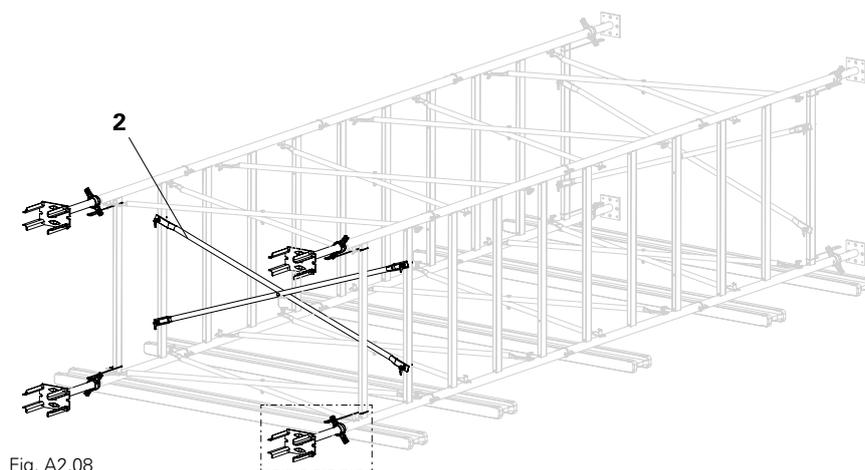
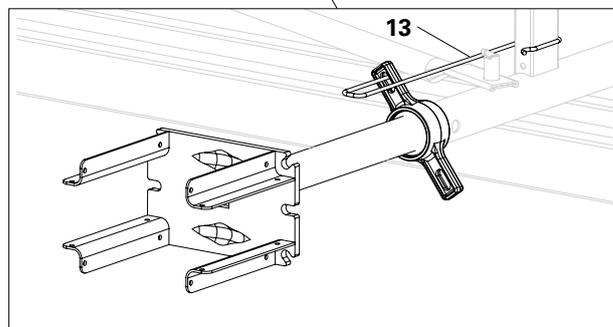

Fig. A2.08
Fig. A2.08a
- Con el montaje horizontal, debe haber un refuerzo diagonal PD 5 (2) montado en el nivel superior. (Ver sección «A1 Montaje horizontal: nivel superior»).
- (Fig. A2.08)
- Los husillos cabezal TR 48-75/47 (6) deben asegurarse mediante las bridas de seguridad de husillo PD 5 (13).
- (Fig. A2.08a)